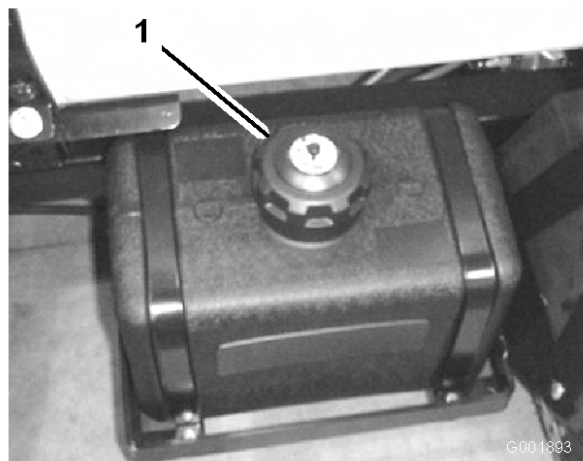

Figure 21
2. Nettoyez la surface autour du bouchon du réservoir de carburant (Figure 21).